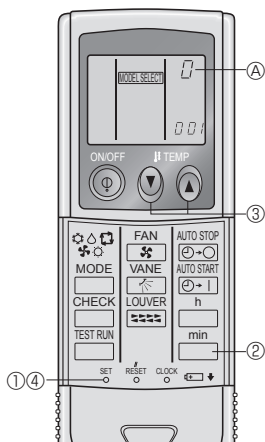

Fig. 6-4
4) Dodjeljivanje daljinskog upravljača svakoj jedinici (Fig. 6-4)